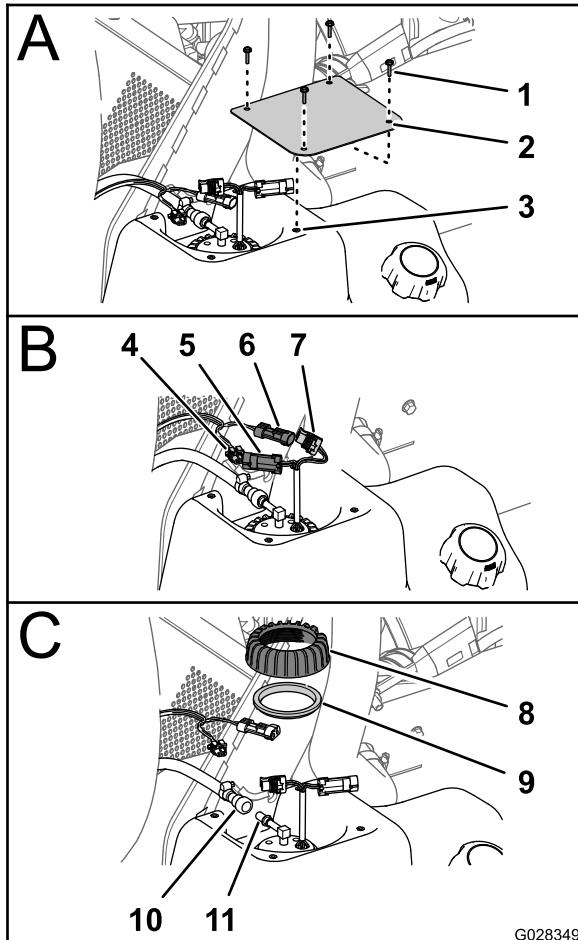

Figura 71
2. En el depósito de combustible, retire los 4 tornillos (Nº 10 x $\frac{3}{4}$ ") que sujetan la tapa a la parte superior del depósito de combustible, y retire la tapa (Figura 71).
3. Desconecte el conector hembra de 2 vías del arnés de cables de la máquina del conector de 2 pines de la bomba de combustible/sensor; desconecte el conector de 2 pines del arnés de cables de la máquina del conector hembra de 2 vías de la bomba de combustible/sensor (Figura 71).
de la bomba de combustible/sensor y retire el acoplamiento y la manguera del conector (Figura 71).
5. Gire la tuerca de la bomba de combustible/sensor en sentido antihorario y retire la contratuerca y la junta (Figura 71)..